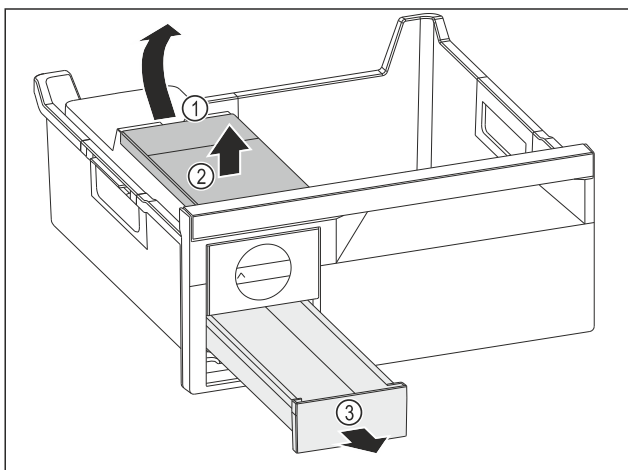

Fig. 111
- ▶ Vađenje spremnika za vodu: Podignite spremnik za vodu na otvoru Fig. 111 (1).
- ▶ Izvadite spremnik za vodu Fig. 111 (2) prema gore.
- ▶ Izvadite ladicu Fig. 111 (3) prema naprijed.